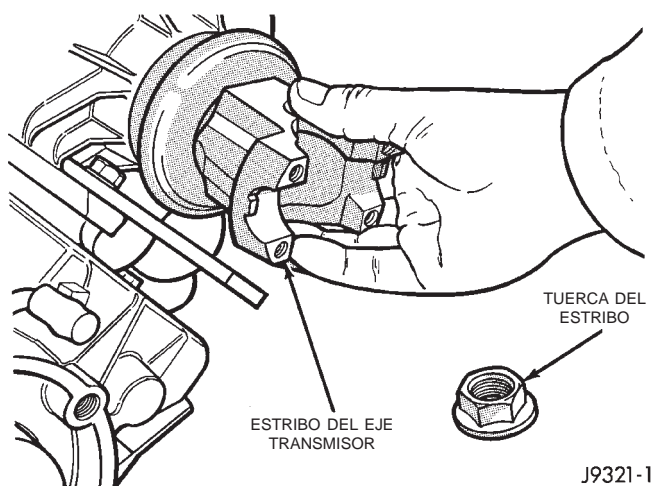
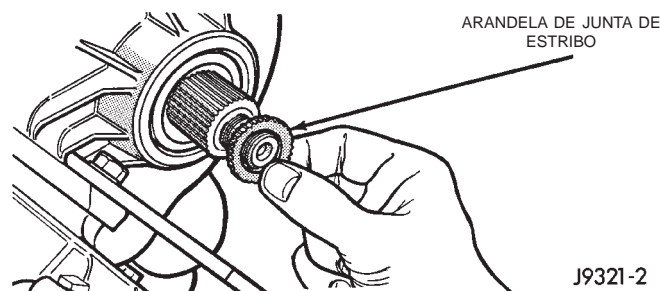

Fig. 75 Instalación del estribo del eje transmisor
Fig. 76 Instalación de arandela de junta de estribo
(3) Instale la arandela de junta nueva en el eje transmisor delantero (Fig. 76).
(4) Lubrique la maza del estribo con líquido para transmisiones e instale el estribo en el eje delantero.
(5) Instale la arandela de junta nueva en el eje delantero.
(6) Instale el estribo y la tuerca de estribo nueva en el eje transmisor delantero (Fig. 75).
(7) Apriete la tuerca del estribo con una torsión de 122-176 N·m (90-130 lbs. pie). Utilice la herramienta C-3281, o una herramienta similar, para sujetar el estribo mientras aprieta la tuerca del estribo.